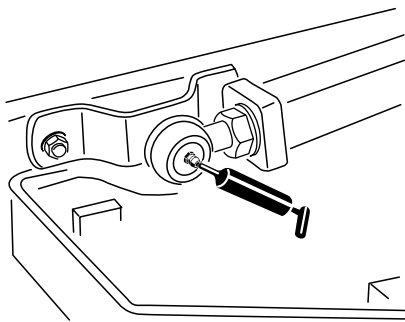

Bild 47
- Hubarm-Kugelgelenke (2) (Bild 47)